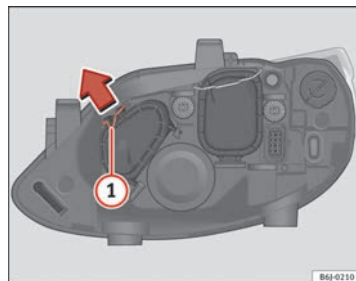

Abb. 157 Standlicht
- Verschieben Sie die Strebe ① in Pfeilrichtung und nehmen Sie den Deckel ab ⇒ Abb. 157.